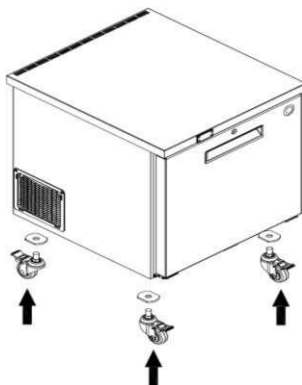

Fig.4
- Avvitare le rotelle (vedere Fig. 4)